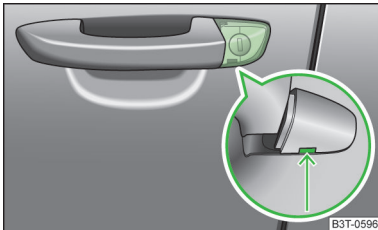

Abb. 192
- Den Fahrzeugschlüssel in die Aussparung an der Unterseite der Abdeckung im Pfeilbereich einschieben » Abb. 192.